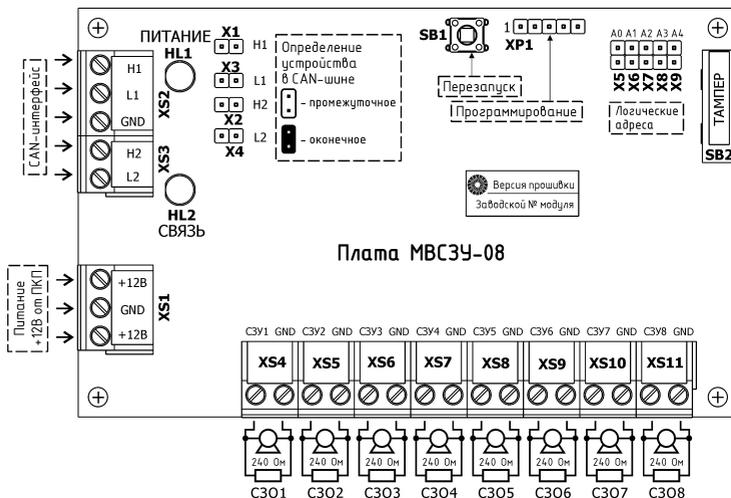

Рисунок 1 - Внешний вид платы MBC3Y-08 и схема подключений
➤ **Плата MBC3Y-08** (Рисунок 1) установлена внутри корпуса модуля и предназначена для реализации основных функциональных возможностей модуля. Плата состоит из узла стабилизатора +5 В, узла контроллера и индикации, интерфейсного узла и 8-и контрольно-исполнительных узлов СЗО.
- разъём системного программирования микроконтроллера (Рисунок 1 и Таблица 2);
- разъёмы (клеммные колодки) для подключения шлейфов СЗО (Рисунок 1 и Таблица 2);
- разъём для подключения источника питания 12 В - (Рисунок 1 и Таблица 2);
- два разъёма для подключения линий интерфейса CAN - (Рисунок 1 и Таблица 2);
- переключки установки CAN-адреса модуля (установка адреса) - (Рисунок 1, Таблицы 3 и 4);
- переключки установки подключения оконечных резисторов интерфейса CAN (Рисунок 1 и Табл. 3);
- кнопка инициализации модуля «Перезапуск» SB1 (Рисунок 1);
- детектор вскрытия корпуса «Тампер» SB2 (Рисунок 1).
Все входные и выходные цепи подключаются к модулю в соответствии со схемой подключения (Рис. 1) с помощью клеммных колодок, расположенных на плате МВСЗУ-08.
Подключить провода питания модуля к соответствующим клеммам (Рисунок 1).
Подключить провода линии связи по интерфейсу CAN к соответствующим клеммам (Рисунок 1).
Подключить провода от исполнительных устройств (СЗО) к соответствующим контактам на плате МВСЗУ-08 (Рисунок 1, Таблица 2).
Установить при необходимости перемычки подключения оконечных резисторов – терминаторов интерфейса CAN и установки адреса модуля по интерфейсу CAN (Рисунок 1 и Таблицы 3 и 4).